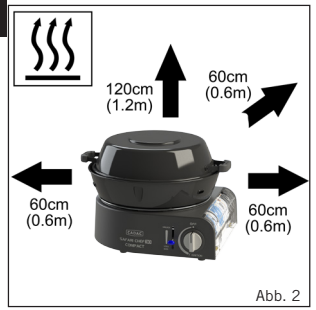

Abb. 2
- Dieses Gerät muss von brennbaren Stoffen während des Gebrauchs ferngehalten werden. Mindestsicherheitsabstände sind: Über dem Gerät: 1,2 m Rückseite und Seiten: 600 mm. (Siehe Abb. 2)